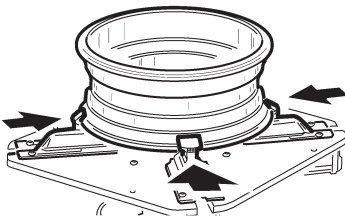

Рис. 3
- Убедитесь, что кулачки захватывают диск, и правильно расположены между краем обода и бортом шины. Нажмите педаль 2 полностью вниз, чтобы завершить крепление колеса на поворотном столе (рис.3).